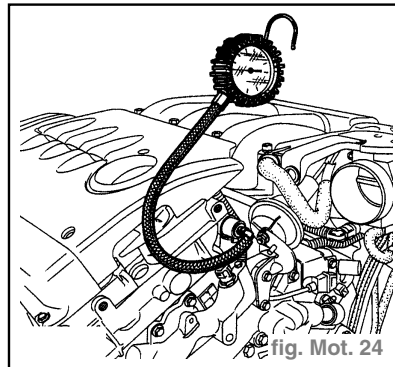

fig. Mot. 24
- Raccorder le manomètre **0 ; + 10 bar**. (fig. Mot. 24)